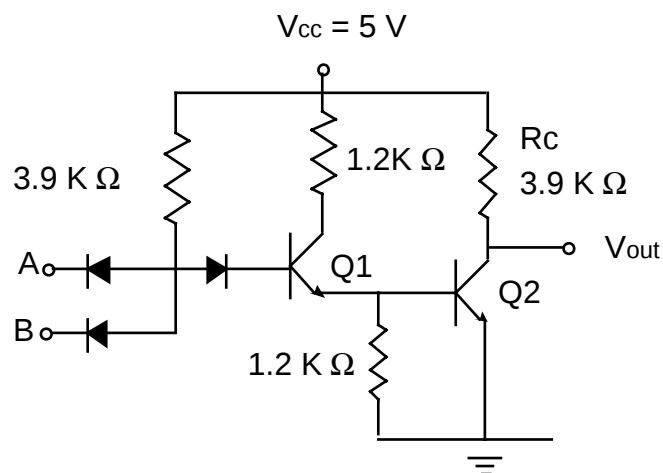

Fig. 5
- 1) per quale motivo risulta vantaggioso ridurre la resistenza R_c di fig. 5 per avere una migliore risposta temporale;